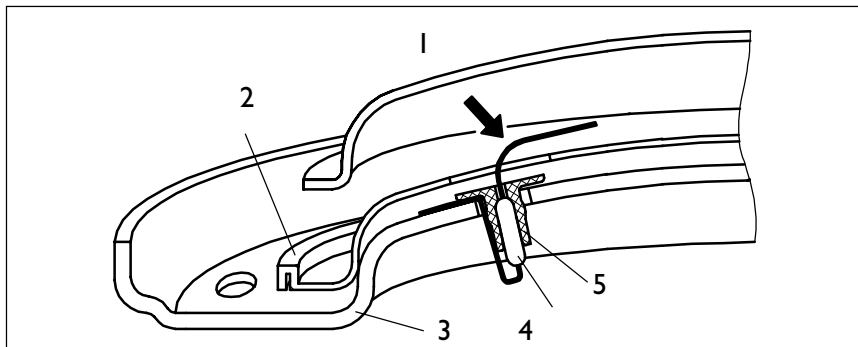

Рис.18
- При проведении работ по уходу защита от коррозии (рис.18, поз.4) на изолирующем основании не должна быть повреждена или удалена. При замене нагревательного фланца сборку необходимо производить в строгом порядке.